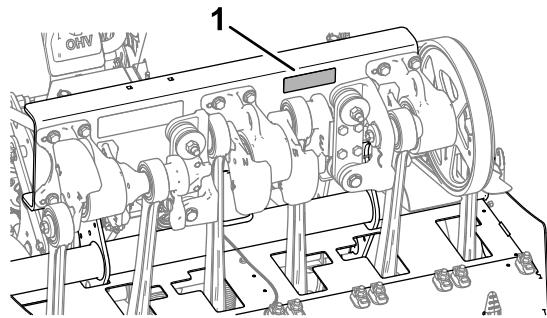

Figura 171
3. Verificate i dispositivi delle teste di carotaggio, i dispositivi di fissaggio della stegola della fresa e i dadi a staffa delle ruote per verificare che venga mantenuta la coppia corretta. I requisiti della coppia dei fermi sono elencati sull'adesivo relativo al serraggio dei bulloni, applicato al canale di supporto della testa di carotaggio (Figura 171).